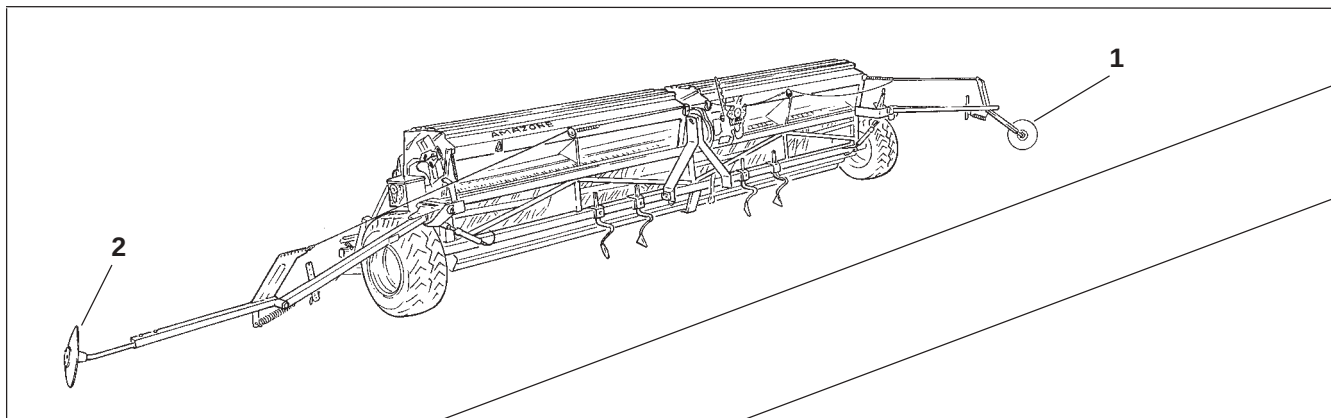
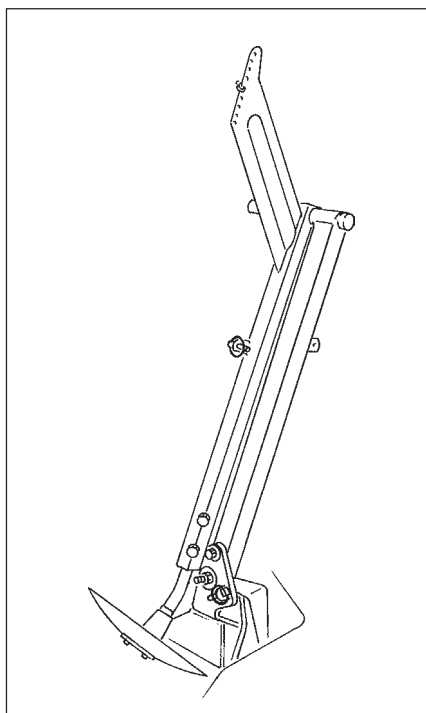

Рис. 10.1
Рис. 10.3
Сеялка оснащена двумя маркерами (Рис. 10.1) для маркировки колеи в центре трактора. После поворота в конце поля при встречном соединительном движении трактор едет посередине отмеченной колеи.
Колея маркируется во время посева диском маркера (Рис. 10.1/1). Второй диск маркера (Рис. 10.1/2) необходимо поднять. Он Вам понадобится только после разворота в конце поля.
- из транспортного положения (Рис. 10.3) в рабочее положение (Рис. 10.1) или наоборот или